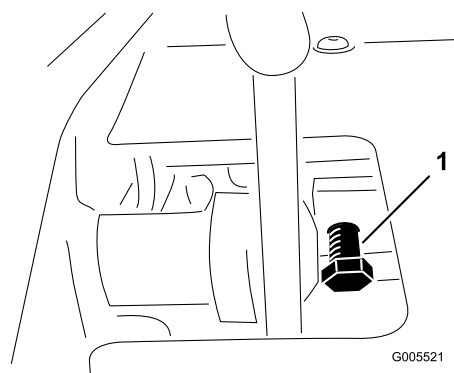

Figura 56
1. Afloje la contratuerca del tornillo de caperuza del bloqueo del pedal (Figura 56).